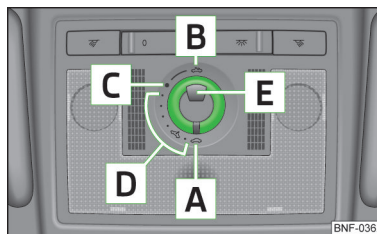

Fig. 34
➤ Drej kontakten til position **C** » Fig. 34.
➤ Drej kontakten til en position i området **D** » Fig. 34.
➤ Drej kontakten til position **B** » Fig. 34, og hold den i denne position (fjederet position).
- › Drej kontakten til position **A** » Fig. 34.
- › Placer kontakten i position **A** » Fig. 34 på side 46.